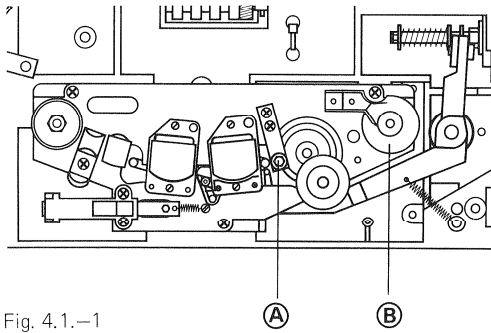

Fig. 4.1.-1
– Bandführungen reinigen, Bandführung (A) *nicht verstellen*. Wenn nötig, kann die Bandführung mit einem Kreuzschlitz-Schraubenzieher vom Kopfträger gelöst werden (2 Schrauben, Fig. 4.1.-1).
– Tacho-Rolle (B) reinigen (MKII).
– Clean tape guides, take care *not to alter* the adjustment of guide (A). The tape guide may be removed from the headblock after undoing its Phillips head mounting screws (2 screws, fig. 4.1.-1).
– Clean the tacho roller (B) (MKII).
Nettoyez les guides de bande, *ne pas dérégler* le guide de bande (A), qui si nécessaire ne sera démonté qu'avec son support, à l'aide d'un tournevis à croix (2 vis, fig. 4.1.-1).
– Nettoyez la roue tachymétrique (B) (MKII).